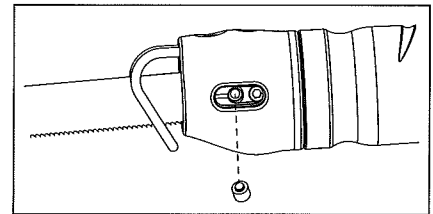

Abbildung 3: Ausrichtung der Befestigungsschraube
6. Die vorderste Befestigungsschraube auf 1,7- 2,3 Nm festziehen. Bei Verwendung mit einem 6-Zoll-Sägeblatt muss diese Befestigungsschraube mit dem Loch im Sägeblatt fluchten (Abb. 3).